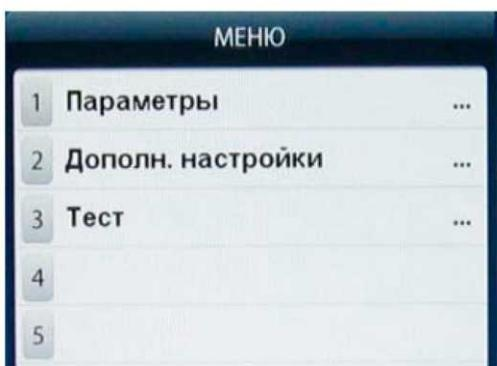
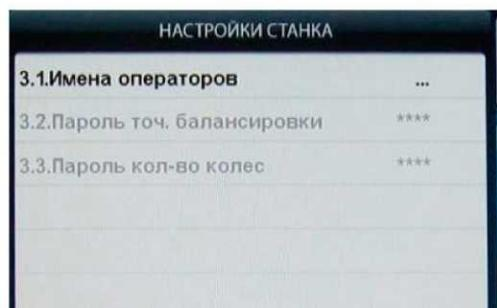
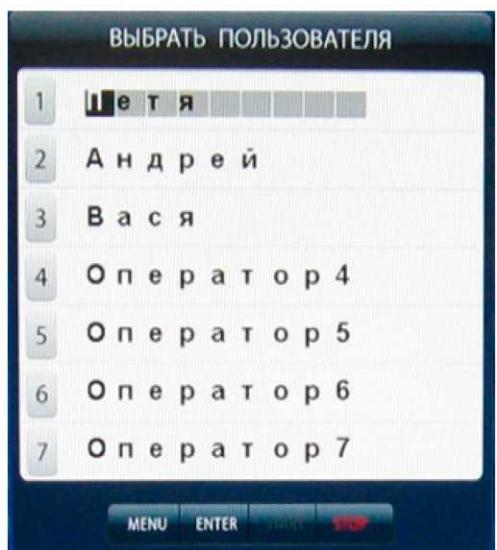

рис.16.1
рис.16.2
рис.16.3
16.2.1. Нажмите кнопку «MENU». На экране появится окно MENU (рис.15.1), нажмите кнопку 7 «Далее» на экране появится окно второй страницы MENU (рис.16.1). Выберите «Дополн. настройки», нажав кнопку 2, на экране откроется окно «Настройки станка» (рис.16.2). Нажмите кнопку 1 «Имена операторов» на экране откроется окно «Выбрать пользователя» со списком операторов, (рис.16.3).
16.3.1. Нажмите кнопку «MENU». На экране появится окно MENU, нажмите кнопку 1 «Выбрать пользователя» на экране появится окно «Выбрать пользователя» со списком задействованных операторов (рис.16.3).
Нажмите кнопку «MENU», в открывшемся окне MENU выберите пункт 7 «Далее», нажав кнопку 7 в верхнем ряду клавиатуры. Откроется вторая страница окна MENU (см. рис.16.1). Выберите пункт 3 «Тест», нажав кнопку 3 в верхнем ряду клавиатуры. Откроется окно ТЕСТ рис.21.1.